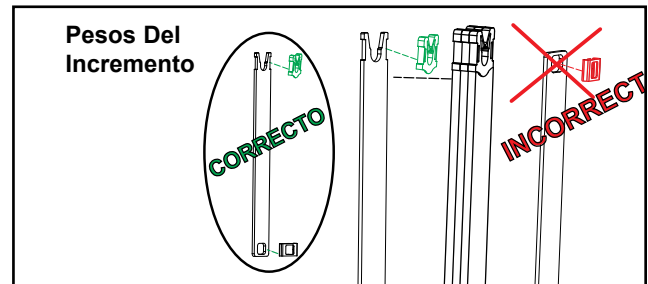

Figura 10
- I. Reinstalar los seis pesos del incremento que eran quitado en el paso 6A. Ver Figura 10.